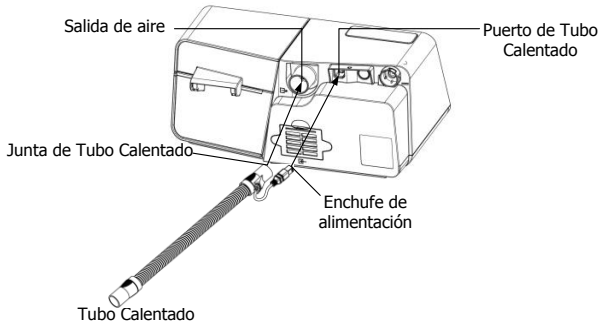

Fig. 11-6
(2) Conecte la unión del tubo calentado a la salida de aire del dispositivo, y luego inserte el enchufe de alimentación en el puerto del tubo calentado en la parte posterior del dispositivo, como se muestra en la Fig. 11-6.